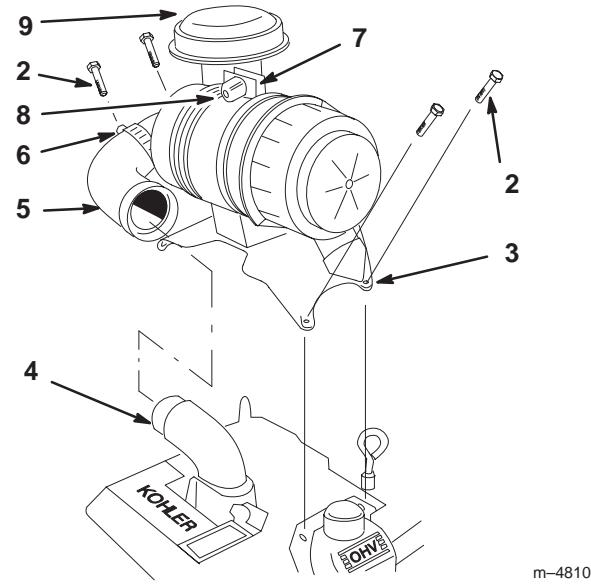

Figure 7
1. Sortez le filtre à air de la boîte. Ne séparez pas le filtre à air et son support (Fig. 7).
2. Retirez les deux vis de montage supérieures sur les deux couvre-culasses (Fig. 7).
3. Posez le filtre à air sur le moteur et alignez les trous du support avec ceux des couvre-culasses (Fig. 7).
4. Placez les vis dans le support du filtre à air et les couvre-culasses (Fig. 7).
5. Retirez les bouchons en plastique du coude d'admission d'air sur le moteur et le flexible du filtre à air (Fig. 7).
- Raccordez le flexible au coude d'admission d'air sur le moteur et le filtre à air. Serrez les colliers pour fixer les raccords du flexible (Fig. 7).
- Le couvercle d'admission d'air étant dirigé vers le haut, serrez le boulon de tension jusqu'à ce que les extrémités rapprochées soient distantes de 13 mm (1/2 pouce) (Fig. 7).